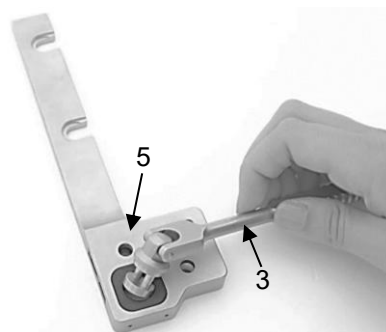

Fig. 7
Inserire prima la leva di azionamento (3) nell'apposito incavo della scatola (5) (Fig. 7).